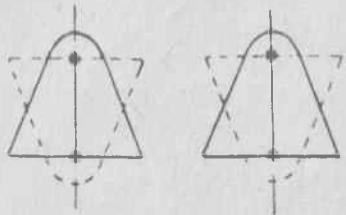

Рис. 10.1
10.1.5. Установите стойку с контротражателем. Вращая гайку 166, опустите стойку 160 с контротражателем. Переместите оправу 161 с контротражателем влево до упора и зажмите винт 167. Перемещайте стойку с контротражателем вращением регулировочных маховиков до совпадения плоскости среза контротражателя с центром лампы. Включите лампу и, перемещая контротражатель в вертикальном, горизонтальном и осевом направлениях, добейтесь на контрольном экране совпадения двух прямых изображений разряда лампы с изображениями, даваемыми контротражателем (см. рис. 10.1, пунктирный контур). Изображения, даваемые контротражателем, менее яркие и четкие.